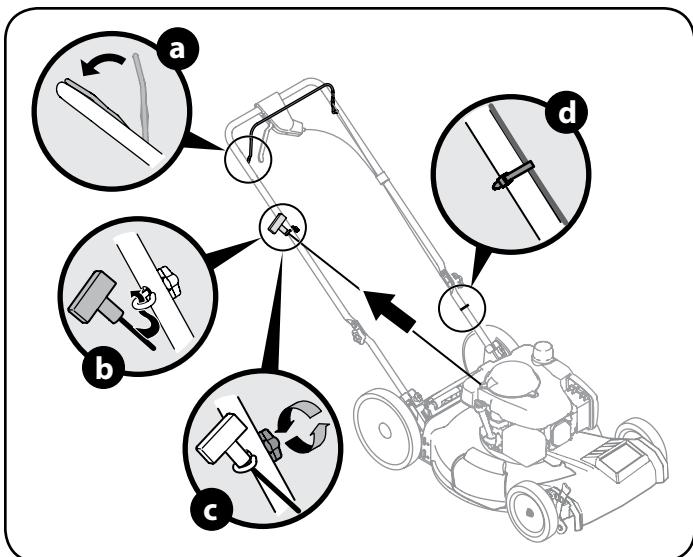

Figura 8
- Lugar de colección de césped en las ranuras en el mango entre corchetes como se muestra en la Figura 8. Suelte la puerta de descarga de modo que descance sobre el colector de césped.